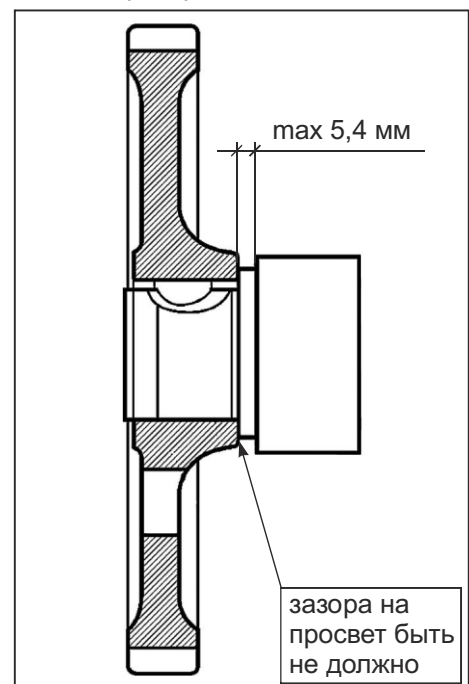

Рис. 52. Контроль вала распределительного.
4. Проконтролировать зазор в трех точках между торцом опорной шейки вала распределительного и торцом ступицы шестерни, который должен быть не более 5,4 мм (см. Рис. 52).